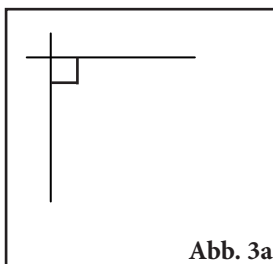
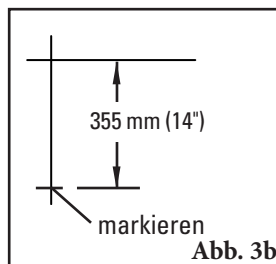
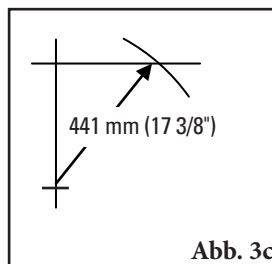
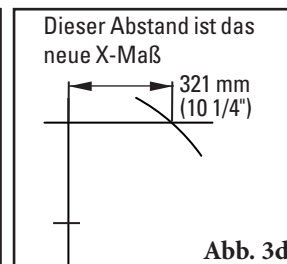

Abb. 3a
Abb. 3b
Abb. 3c
Abb. 3d
- 3. Das endgültige Maß ermitteln.** Auf einer ebenen, senkrechten Fläche mit Hilfe einer Wasserwaage eine horizontale und eine vertikale Linie anzeichnen, die im rechten Winkel zueinander stehen (Abb. 3a). Vom Schnittpunkt aus das festgelegte Maß „Y“ abmessen und markieren (Abb. 3b). Ein Bandmaß an diese „Y“-Markierung halten und das Bandmaß über die Linie führen, so dass das Bandmaß diese an der Stelle „290 mm“ (= „C“) schneidet (Abb. 3c). Die Strecke vom linken bis zum rechten Schnittpunkt auf der horizontalen Linie bildet das neue „X“ (Abb. 3d).